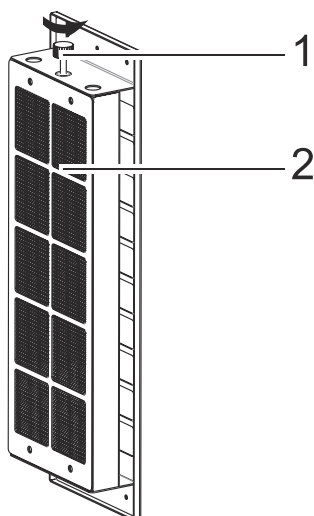

Abb. 26
- 2.** Aktivkohlefilter Verbindungsschraube (Abb. 26/1) in Pfeilrichtung abschrauben.